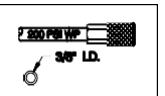

Fig.3
4. Connecter le pistolet à un compresseur d'air à l'aide d'un tuyau 3/8" I.D. S'assurer que le tuyau résiste à une pression nominale de fonctionnement supérieure à 200 lb/po2 (13,8 bar) et possède un raccord rapide femelle. (Voir Fig. 3)